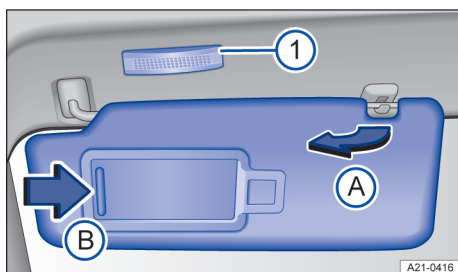

Fig. 92 Pe capitonajul plafonului față: parasolar.
2. Scoaterea din suport și rabatarea spre portieră → fig. 92 Ⓐ.
1. Deplasați capacul în sensul indicat de săgeată → fig. 92 Ⓑ.
Lampa → fig. 92 ① se stinge atunci când capacul oglinzii de machiaj este glisat la loc sau când parasolarul este ridicat la loc.